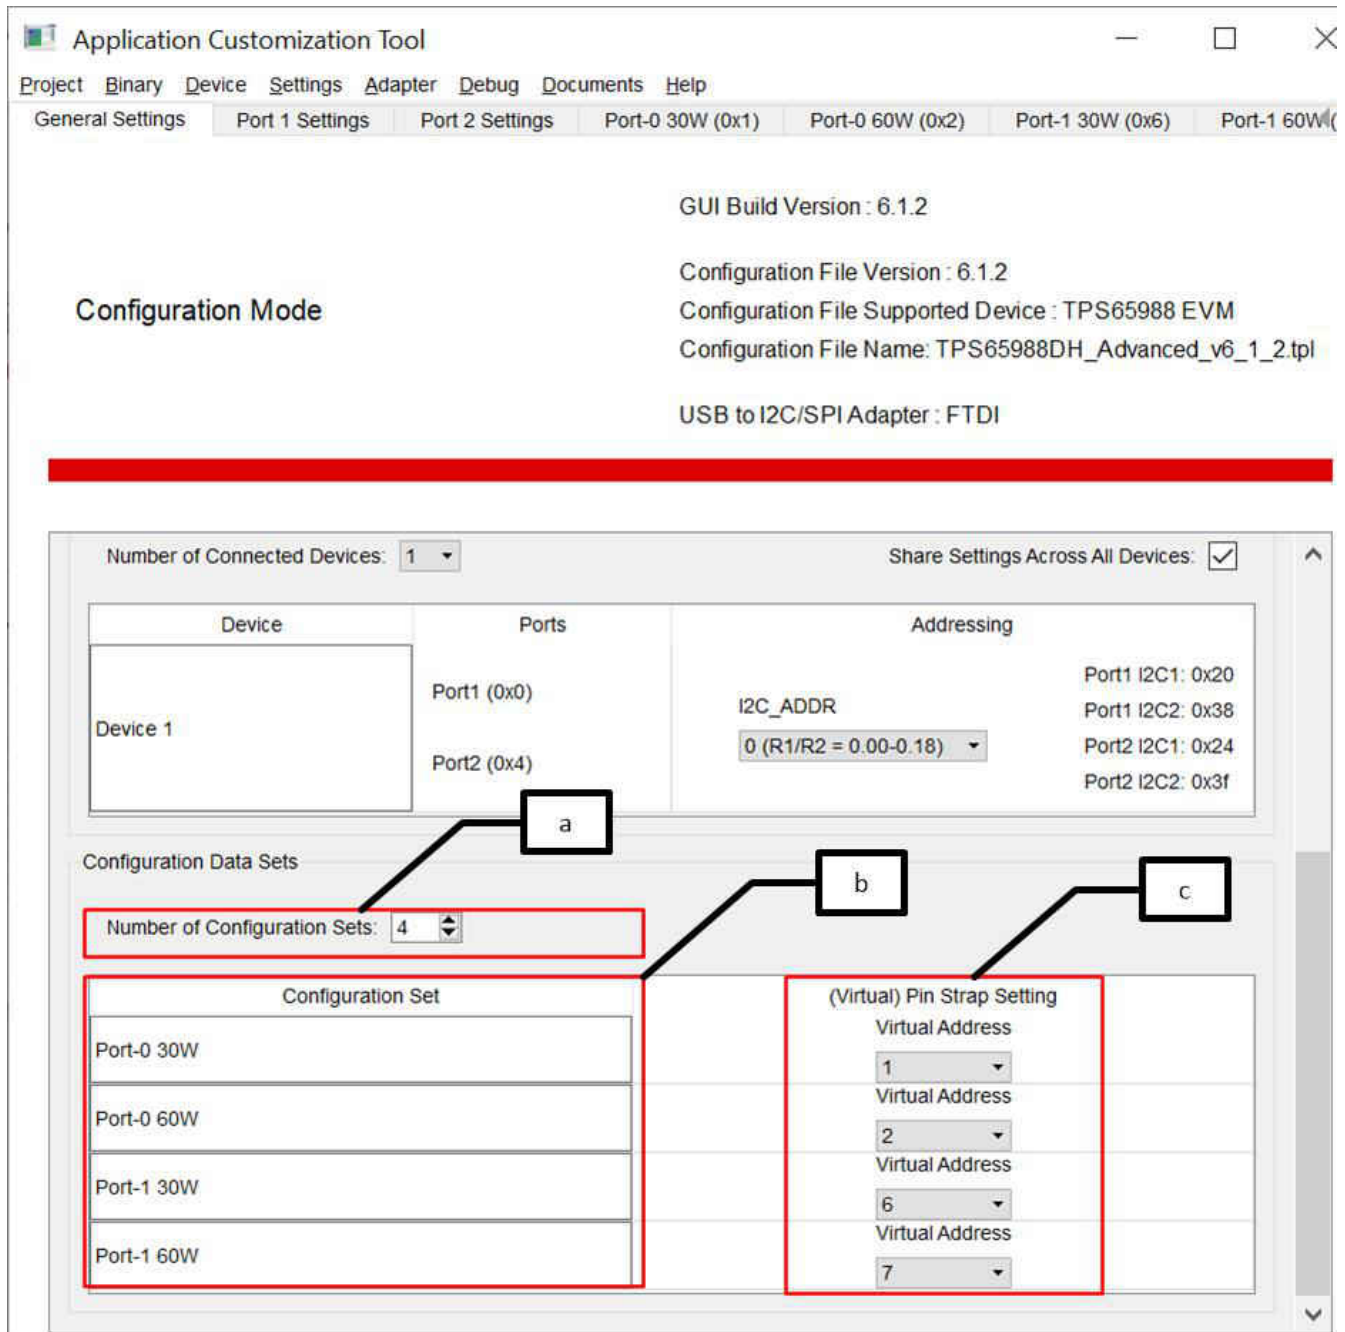

图 2-8. 生成配置集并映射至虚拟地址
- c. 现在，将配置设置映射至虚拟地址，如图 2-8 中所示。